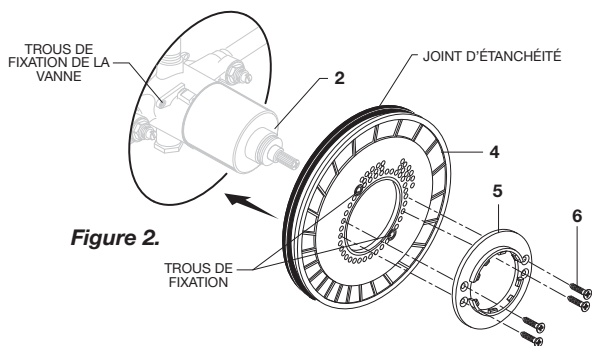

Figure 2.
- **Figure 2.** Aligner les trous de montage et installer le SUPPORT DE ROSACE (4) avec le joint d'étanchéité sur le CAPUCHON DE CARTOUCHE (2). Fixer le SUPPORT DE ROSACE (5) au SUPPORT DE LA ROSACE (4) avec quatre VIS (6).